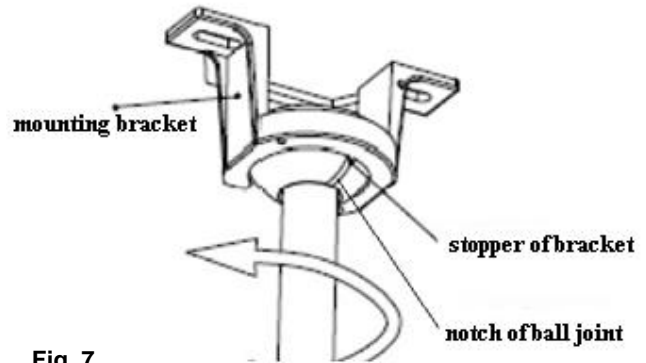

Fig. 7
1. Til de ventilator op de montagebeugel. Fig. 7